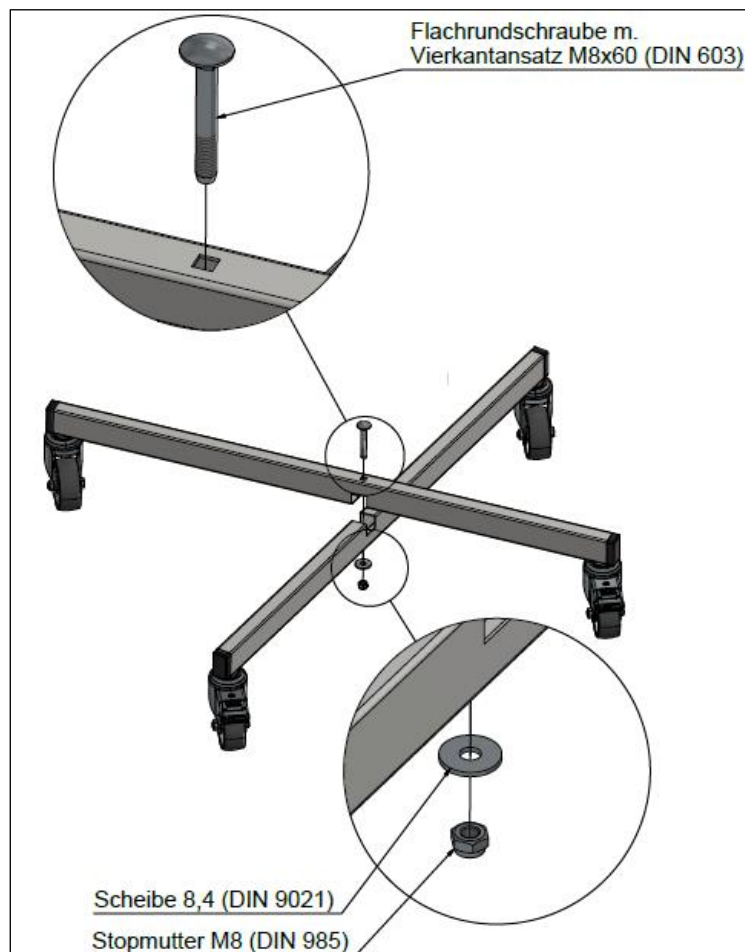

Abbildung 3: Profil mit Rollen Oberteil auf Unterteil setzen und Verbinden
1. Setzen Sie das Profil mit Rollen Oberteil auf das Profil mit Rollen Unterteil und verbinden Sie die Teile mit der Flachrundschraube m. Vierkantansatz M8x60 (DIN 603), der U-Scheibe 8,4 (DIN 9021) sowie der Stopmutter M8 (DIN 985) wie in Abbildung 3 zu sehen. Drehen Sie die Stopmutter fest.